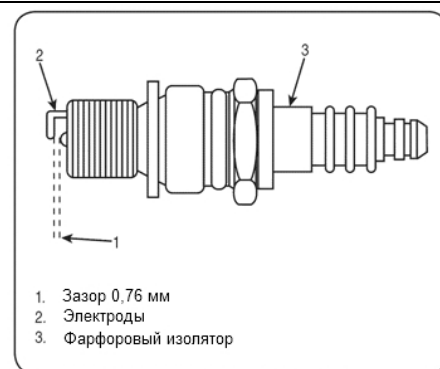

Рис. 18
3. Проверьте зазор между электродами проволоочным щупом проволоки и установите 0,76 мм. См. Рисунок 18.